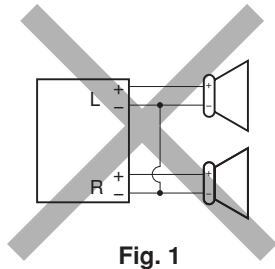
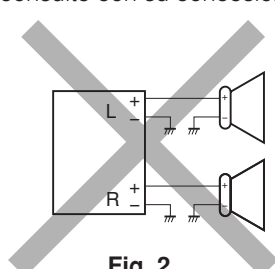
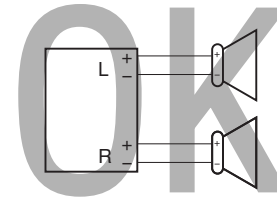

Fig. 1
Fig. 2
Fig. 3
- If the speaker wiring in your car is as illustrated in Fig. 1 and Fig. 2 below, **DO NOT** connect the unit using that original speaker wiring. If you do, the unit will be seriously damaged. Redo the speaker wiring so that you can connect the unit to the speakers as illustrated in Fig. 3.
- If the speaker wiring in your car is as illustrated in Fig. 3, you can connect the unit using the original speaker wiring in your car.
- Si el conexionado de altavoz de su automóvil es como se indica en las Figs. 1 y 2 de abajo, **NO** conecte la unidad utilizando ese conexionado de altavoz original. Si lo hace, se producirán daños graves en la unidad. Vuelva a efectuar el conexionado de altavoz de manera que pueda conectar la unidad a los altavoces de la manera indicada en la Fig.3.
- Si el conexionado de altavoz de su automóvil es como se indica en la Fig.3, podrá conectar la unidad utilizando el conexionado de altavoz original de su automóvil.
- Si le câblage des enceintes de votre voiture est réalisé comme montré sur la Fig. 1 ou Fig. 2 ci-dessous, **NE CONNECTEZ PAS** l'appareil en utilisant ce câblage original d'enceintes. Si vous le faites, l'appareil sera sérieusement endommagé. Recommencez le câblage des enceintes de façon que vous puissiez connecter l'appareil aux enceintes comme montré sur la Fig. 3.
- Si le câblage des enceintes de votre voiture est comme montré sur la Fig. 3, vous pouvez connecter l'appareil en utilisant ce câblage original d'enceintes pour votre voiture.